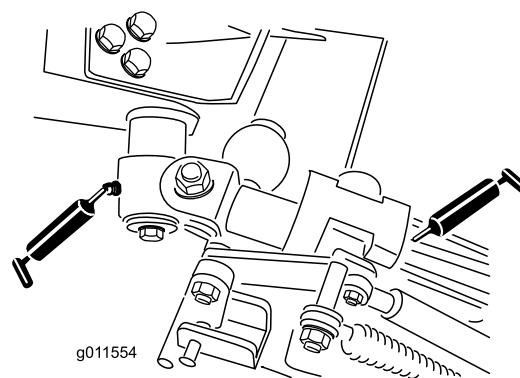

Figura 84
- Casquillos de pivote de la leva acodada (2) (Figura 84)
- Casquillos de los brazos traseros (4) (Figura 84)